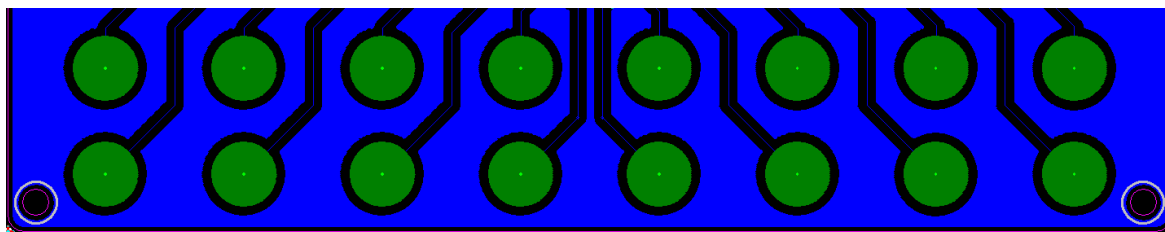

图 7
- (4) 敷铜时，PAD 的背面层要镂空，镂空大小建议半径比 PAD 大 1mm，如图 7 所示：